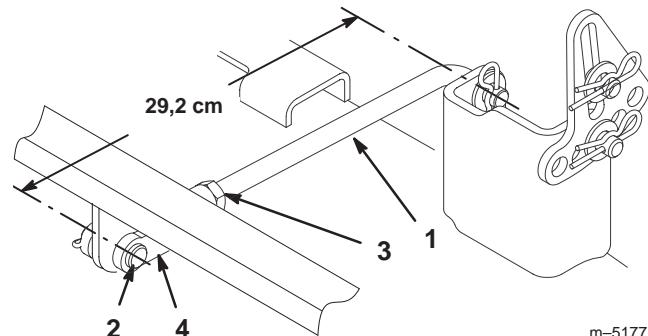

Bild 41
6. Messen Sie die Länge der hinteren Drehzapfenstange (Bild 41). Entfernen Sie, wenn die Länge der Stange nicht 29,2 cm beträgt, den Splint und den Lastösenbolzen vom Ende der Stange (Bild 41), lockern die Klemmmutter und drehen das Joch, bis die Länge von 29,2 cm erreicht ist. Befestigen Sie dann das Joch mit dem Lastösenbolzen und dem Splint. Wiederholen Sie diesen Vorgang an der anderen Mähwerkseite.
- Ziehen Sie, wenn die Schnittmesserneigung von vorne nach hinten korrekt ist, die Klemmmuttern fest (Bild 41 und 43).